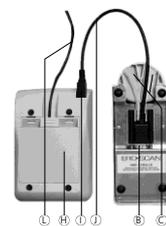

Abbildung 1
- Schließen Sie das Druckerkabel ① an die Buchse ② auf der Unterseite der Aufnahmehalterung an (siehe Bild 1 für Drucker mit Netzteil).
- Nachdem Sie den Stecker fest auf die Buchse ② gesteckt haben, fixieren Sie ihn, indem Sie beide Schrauben des Steckers anziehen.
- Führen Sie ein Ende des Druckerkabels ① durch die beiden Aussparungen ③ auf der Unterseite der Aufnahmehalterung.
- Das Kabel ① wird bis zum Anschlag in die Buchse ① an der Rückseite des Druckers gesteckt. Dabei ist die flache, mit einem Pfeil markierte Seite des Steckers sichtbar und zeigt vom Drucker weg.
- Bei der Druckervariante mit Netzbetrieb stecken Sie das Netzkabel mit einem Ende in die Netzbuchse des an der Leitung ④ befindlichen Netzteils. Den Netzstecker stecken Sie in eine Steckdose.
- Die Anzeigelampe ⑤ (vorne am Drucker) muss jetzt dauerhaft grün leuchten.